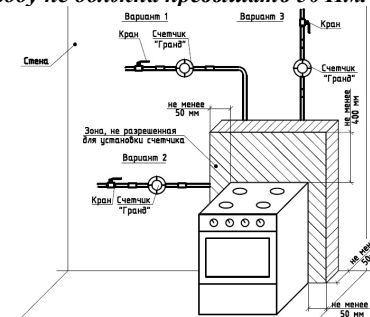

Рисунок 2
5.5.1 Установить счетчик на вертикальном или горизонтальном участке газопровода (рисунок 2). **ВНИМАНИЕ! Направление стрелки на корпусе счетчика должно совпадать с направлением потока газа в газопроводе.** Допускается установка счетчика в любом удобном для потребителя положении, не противоречащем правилам установки и монтажа газового оборудования. Наличие прямых участков до и после счетчика не требуется.